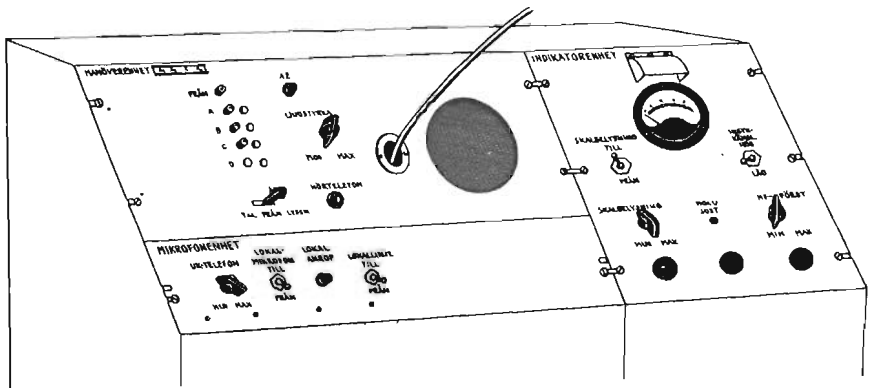

Bild 18. Manöver-, mikrofon- och indikatorenheterna
Manöverenheten (bild 18) är uppbyggd på en panel av lättmetall. På panelen finns en modifierad manöverapparat BC-602 (samma typ som används till Fmr V), inbyggd högtalare med ljudstyrkereglering och uttag för hörtelefon. På panelens baksida finns ett uttag för mikrofon. Detta uttag består av jack för PL-68 eller - när anslutningsmöjlighet för TL och RPC fordras - ett 4-poligt flatstiftsuttag. Manöverenhetens principschema visas i bil 3.
Indikator enheten sitter i regel till höger upptill i pejlbordet (bild 18). Den har ett vridspoleinstrument för visuell indikering av pejlminimum och ett vred för inställning av mottagarens högfrekvensförstärkning. Genom en kabel och ett 8-poligt skarvdon står enheten i förbindelse med pejlmottagaren och dess likriktare.
1. Tryck in manöverenhetens knapp för önskad kanal (se bild 18).
Vid anrop skall man förfara enligt nedanstående (se bild 18):